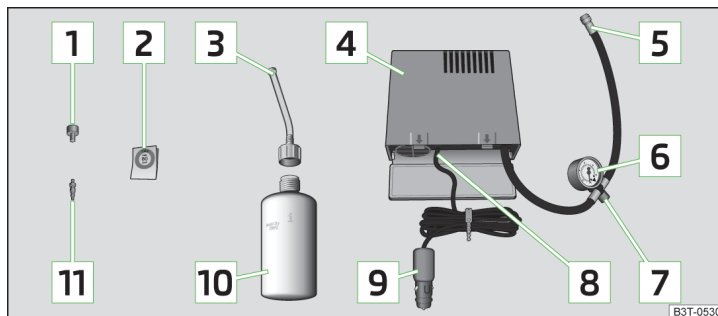

Abb. 181 Prinzipdarstellung: Bestandteile des Pannensets
**Bestandteile des Pannensets** » Abb. 181
- Den Aufkleber **2** » Abb. 181 auf Seite 214 auf die Schalttafel im Sichtfeld des Fahrers kleben.
- Die Reifenfüllflasche **10** » Abb. 181 auf Seite 214 einige Male kräftig hin und her schütteln.
- Den Reifenfüllschlauch **5** » Abb. 181 auf Seite 214 des Luftkompressors fest auf das Reifenventil schrauben.